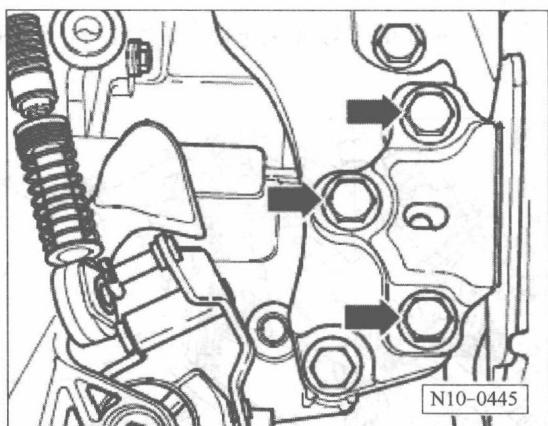

图 2-11 略微松动变速箱总成支承螺栓
⑲ 将变速箱总成支承螺栓（箭头）略微松动（少于 1 圈），见图 2-11。
㉓ 将变速箱侧总成支承从上面的变速箱支架拧下（箭头），参考图 2-11。